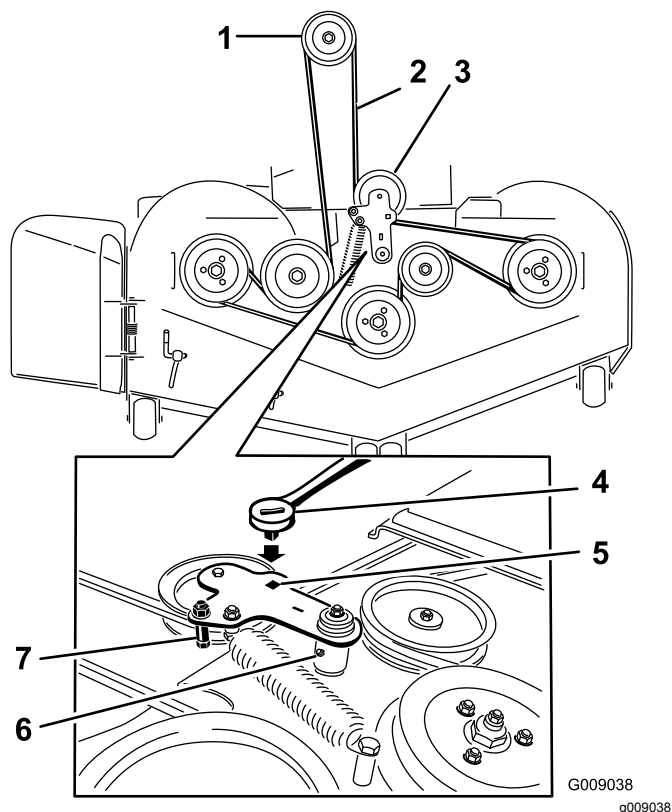

Figura 81
7. Utilize uma lingueta no orifício quadrado no braço intermédio para retirar a tensão da mola intermédia (Figura 81).
9. Retire a guia da correia no braço intermédio da mola que se mostra na Figura 81.
11. Instale a nova correia à volta das polias do cortador e da polia da embraiagem por baixo do motor (Figura 81).
12. Coloque a guia da correia no braço intermédio da mola que se mostra na Figura 81.
13. Utilizando a lingueta no orifício quadrado, instale a mola intermédia (Figura 81).